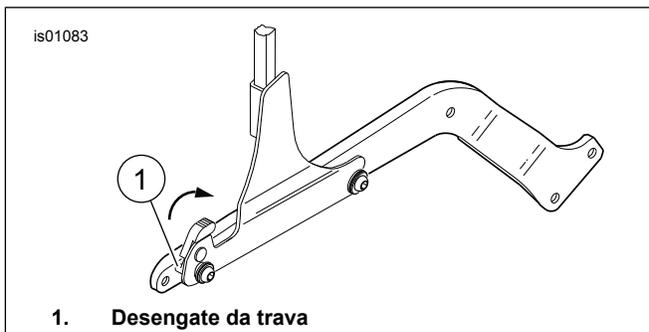

Figura 5. Fechamento das travas giratórias pressionando-as totalmente para frente
4. Para remover as chapas laterais, pressione o botão de desengate (1) mostrado na Figura 5 e puxe a alavanca da trava giratória para trás. Levante com cuidado a parte traseira das chapas laterais e puxe-as para fora dos pontos de suporte dianteiros.